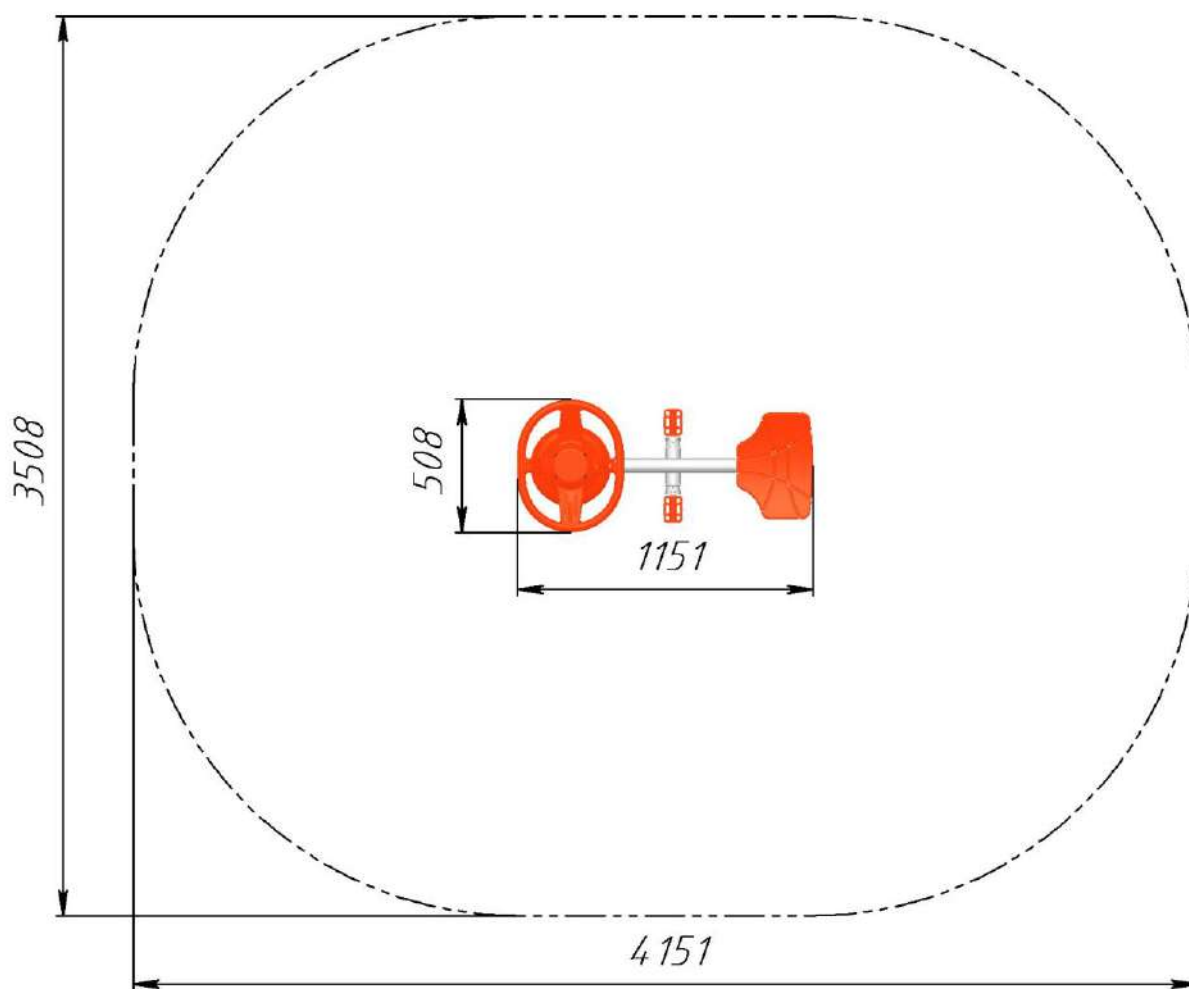

Рис.2 Зона безопасности Велотренажера РТР 502Т-1
3.5. Монтаж тренажера проводится на ровном месте в соответствии с планировкой размещения всего оборудования площадки. При монтаже необходимо обеспечить безопасную зону вокруг тренажера в соответствии с рис. 2.